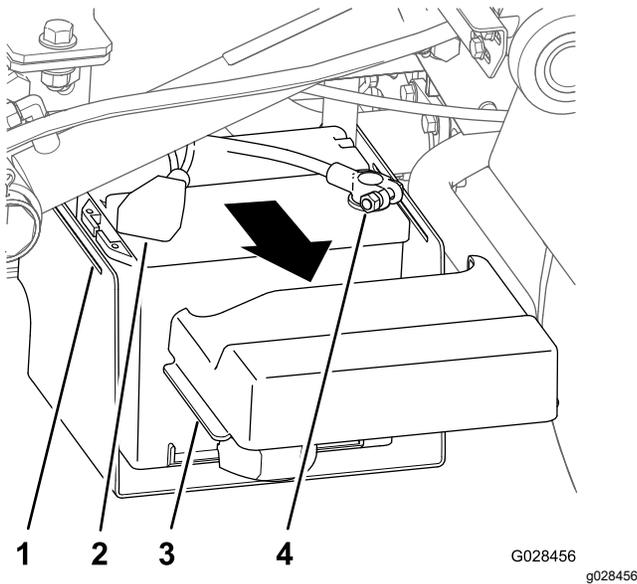

Bild 15
- Drücken Sie die Seiten der Batterieabdeckung zusammen, um die Nasen aus dem Batterieunterteil zu lösen, und nehmen Sie die Batterieabdeckung vom Batterieunterteil ab (Bild 15).
- Schieben Sie die Abdeckung zurück und ziehen den Minuspol der Batterie von der Batterie ab (Bild 15).
- Ziehen Sie den Pluspol der Batterie von der Batterie ab (Bild 15).